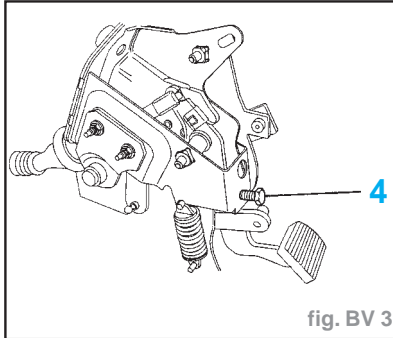

fig. BV 3
Nota : En cas d'impossibilité (mécanisme de rattrapage automatique bloqué) dévisser la vis (4) pour créer un jeu mini à la pédale de débrayage (fig. BV. 3).